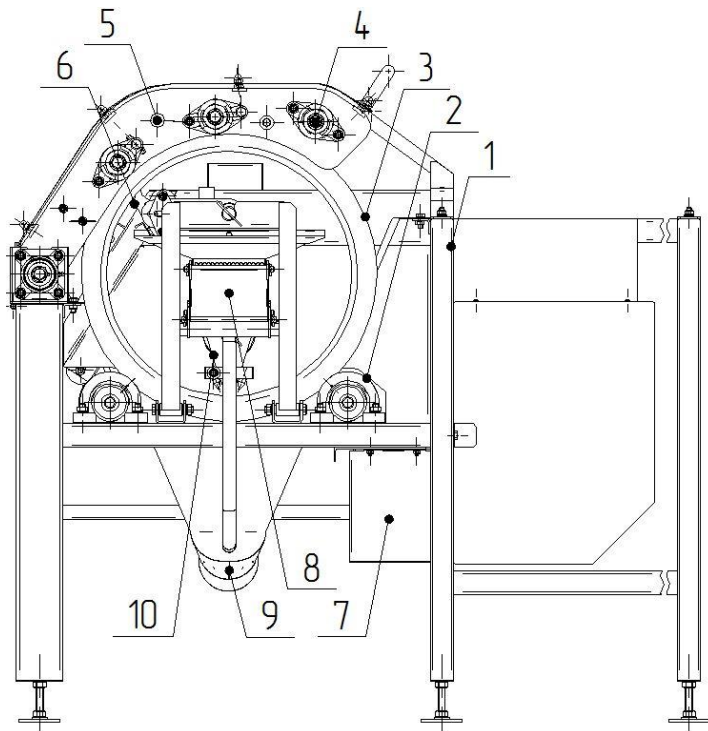

рис.2
Механизм продавливания ястыка состоит из рамы (1), в нижней части которой размещены приводные оси с ребордами (2), в пазы которых устанавливается сетчатый барабан (3). В верхней части рамы сетчатый барабан удерживается с помощью прижимного рола (4) и роликового упора (5). Внутри сетчатого барабана расположен регулируемый нож (6). В нижней части рамы установлен мотор-редуктор привода (7), связанный с приводными осями, втулочно-роликовой цепью. Внутри сетчатого барабана размещен икорный лоток с отводом жидкости (8), а под ним крепится лоток отходов (9). Напротив лотка отходов установлено воздушное сопло (10), включающее в себя оросительное устройство (см. рис.2).